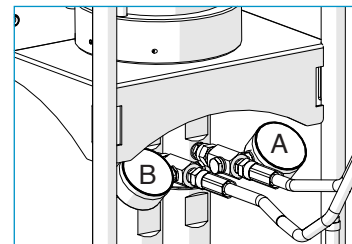

Abb. 12 Materialschläuche anschließen
1. Schließen Sie die Materialschläuche an den Materialausgang der zugehörigen Materialpumpe an, s. Abb. 12. Beachten Sie bei der Komponentenzuordnung die farbliche Kennzeichnung.